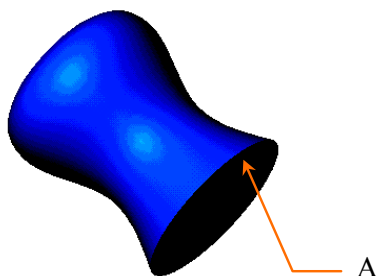

Рис. 5.3
2. Выбрать плоскость А – плоскость, со стороны которой будет производиться сьем материала (рис. 5.3).